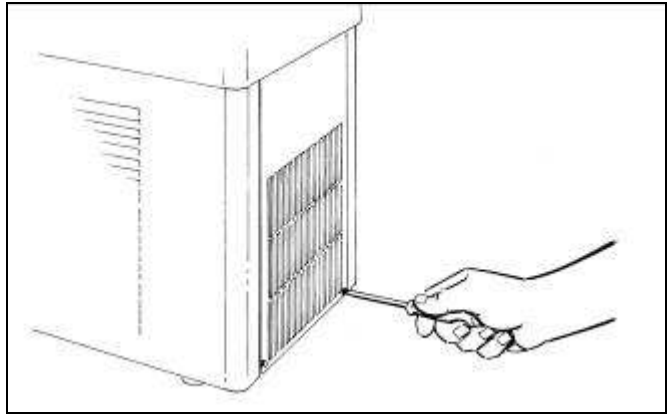

Fig. 28
- Para la GT1: quite el panel trasero destornillando los dos tornillos que lo sujetan en su parte inferior (Fig.28);